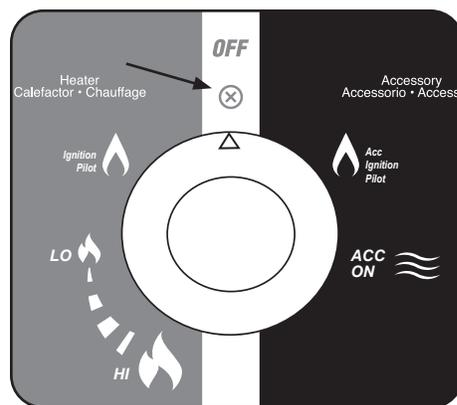

Figure 1
1. S'assurer que le bouton de contrôle soit à la position éteinte (Off). Voir la figure 1.
1. S'assurer que le bouton de contrôle soit à la position éteinte (Off). Voir la figure 1 sur la page précédente.